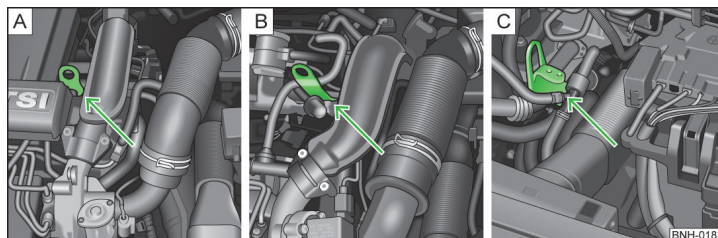

Fig. 135 Punto de masa del motor: Sistema START-STOP
- Motores 1,2 l/63 kW TSI y 1,2 l/77 kW TSI » fig. 135 - **A**
- Motor 1,4 l/90 kW » fig. 135 - **B**
- Motor 1,6 l/77 kW TDI CR » fig. 135 - **C**